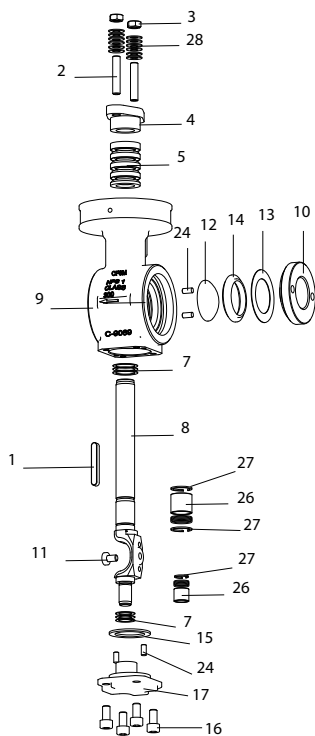
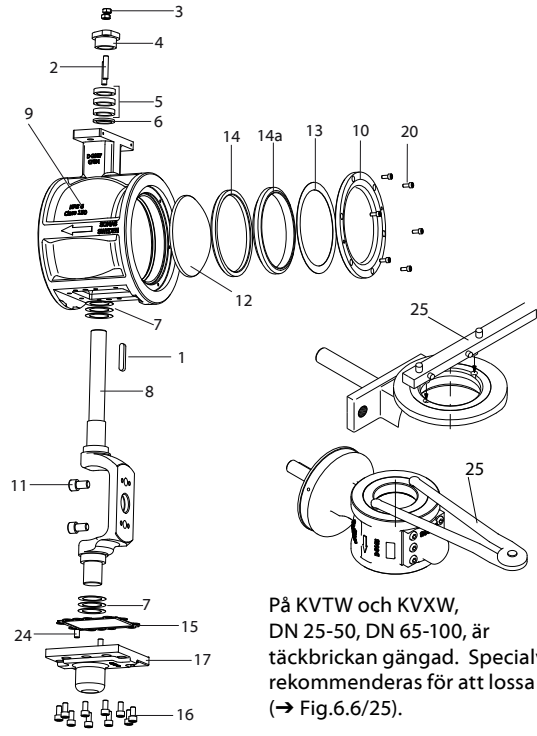

Fig.6-4
Fig.6.6
På KVTW och KVXW, DN 25-50, DN 65-100, är täckbrickan gängad. Specialverktyg rekommenderas för att lossa täckbrickan (→ Fig.6.6/25).
1. Avlägsna täckbrickan (→ Fig.6-4/10) med en haknyckel (→ Fig.6-6/25).
2. Demontera fjäderbrickan (→ Fig.6-4/13), säte (→ Fig.6-4/14).
På KVTW och KVXW, DN 25-50, DN 65-100, är täckbrickan gängad. Specialverktyg rekommenderas för att lossa täckbrickan (→ Fig.6-6/25).
2. Smörj in sätets tätningsyta och täckbrickans skruvar (→ Fig. 6-6/20) med en montagepasta typ molybdendisulfid. För ventiler med gängad täckbricka smörjes även gängen i ventilhuset in.